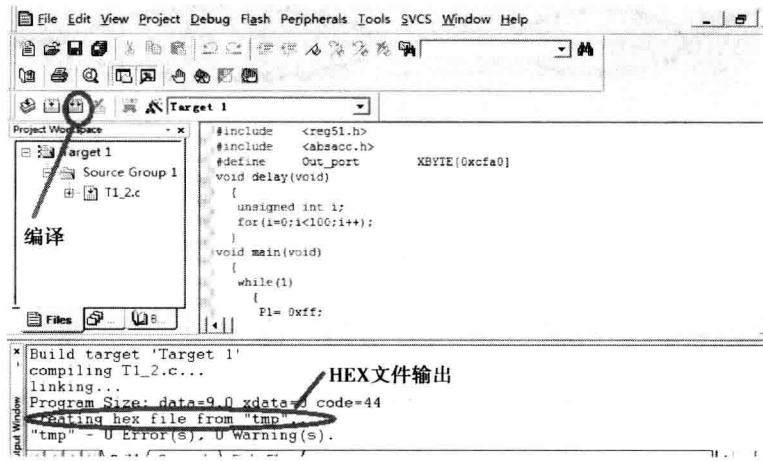

图 2-9 编译界面
⑥ 编译链接：在“Build Bar”工具条中，选第二项编译当前文件，第三项为编译全部。编译完成，在下方“Output”窗口中出现编译结果，如图 2-9 所示。如果程序有错误，无法编译成功，必须将程序修改正确才行，并生成“test.hex”文件。